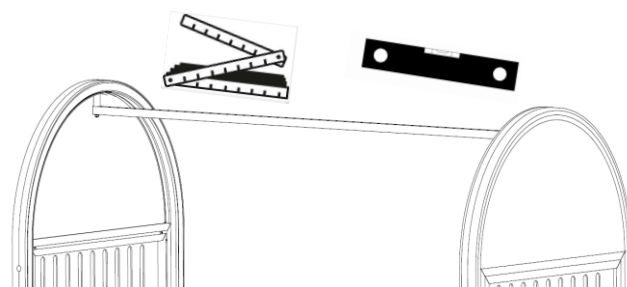

Abb. 17
- die Aussteifungsrohr auf symmetrischen Einbau prüfen! (Abb. 17)